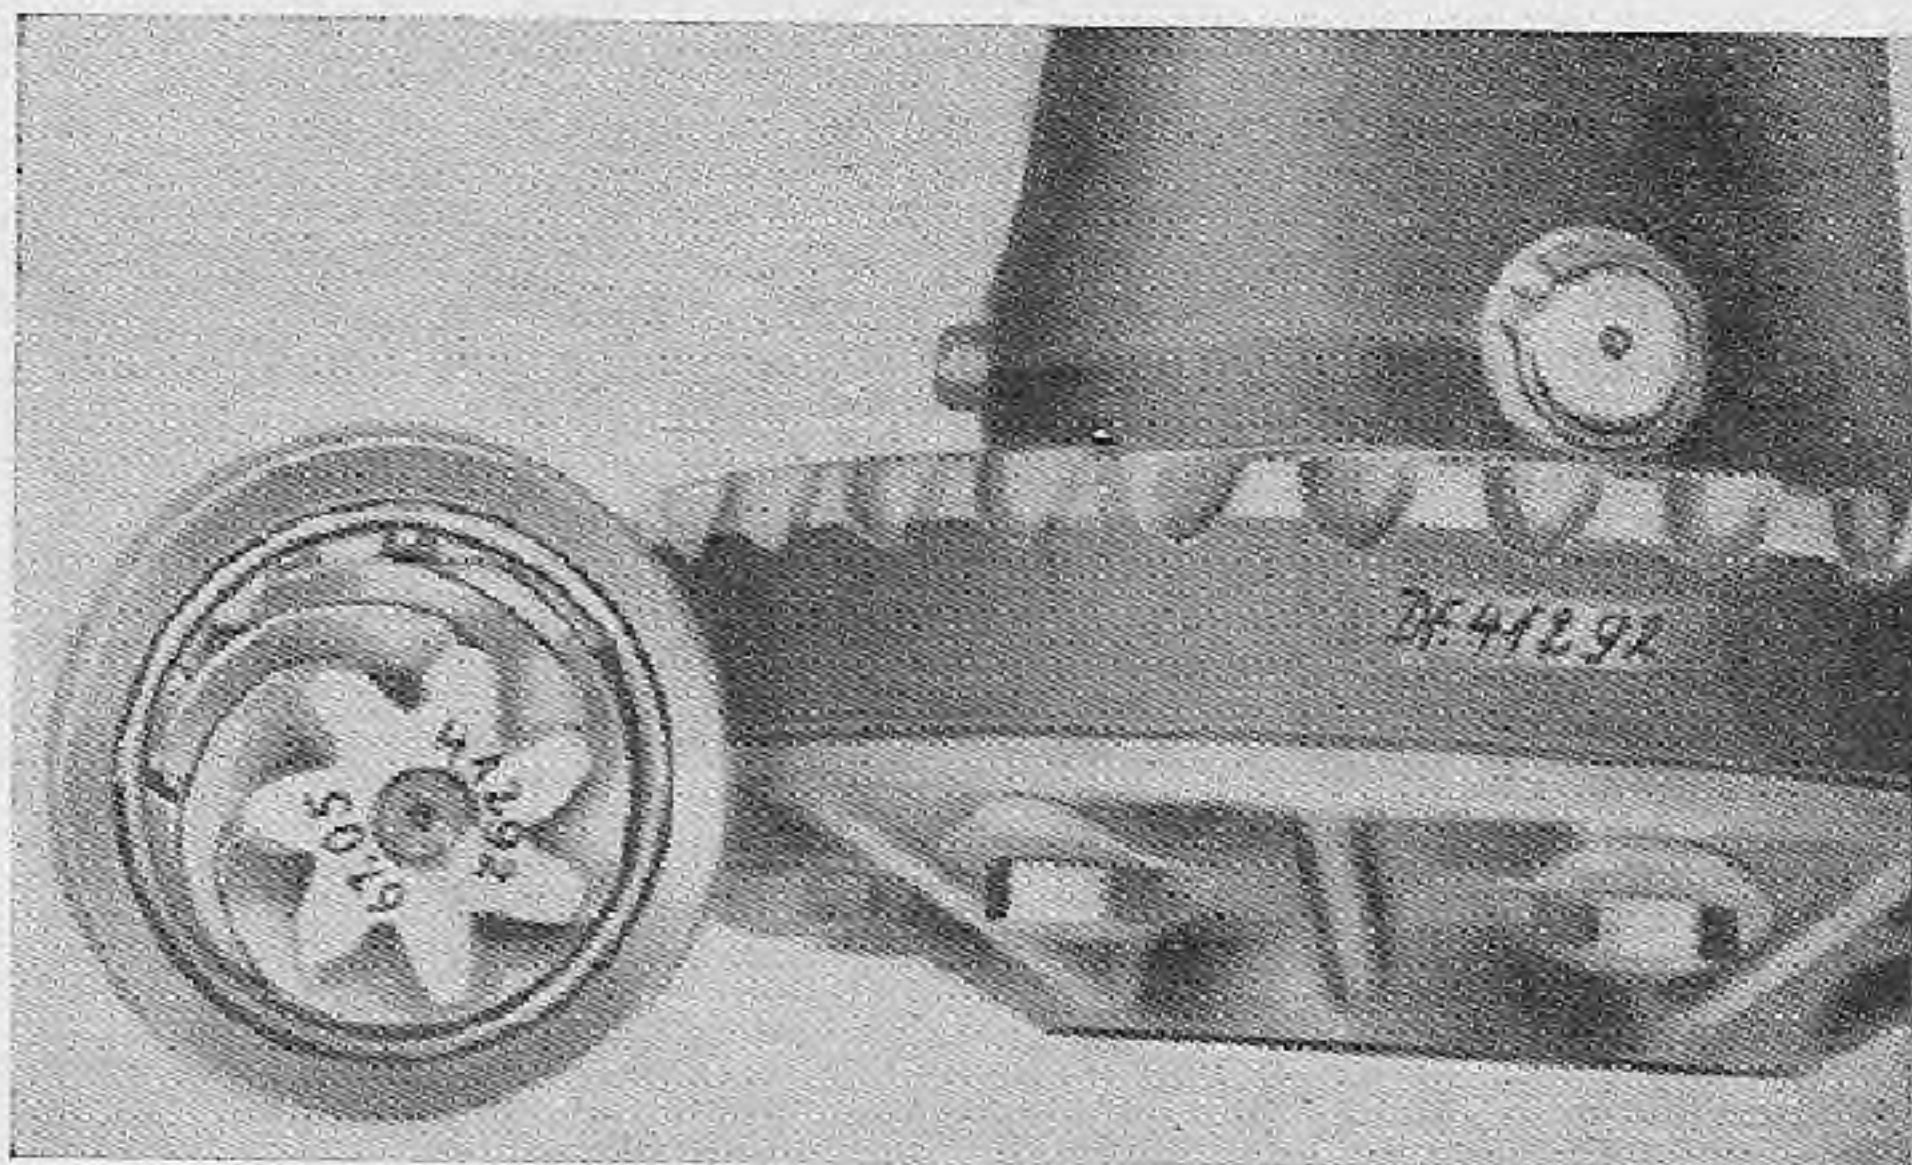

Fig. 65. — Número de identificación y distancia de montaje grabados en el juego "hermanado" de piñón y corona.
puede no ser idéntica a la de otro juego. Por tal causa ambas piezas están identificadas con un mismo número (por ejemplo, el 41.292 en la fig. 65). Además, en el piñón o en la corona está grabada, en milímetros, la distancia de montaje, o sea la medida que debe quedar entre el frente del piñón y el centro de la corona al armarse el conjunto.
1. La cifra (distancia de montaje) grabada en el frente del piñón (la cual, en este ejemplo, es de 67,05 mm, como se vio en la fig. 65).
- 67,05 = Dimensión grabada en el frente del piñón (según ejemplo de la fig. 65).